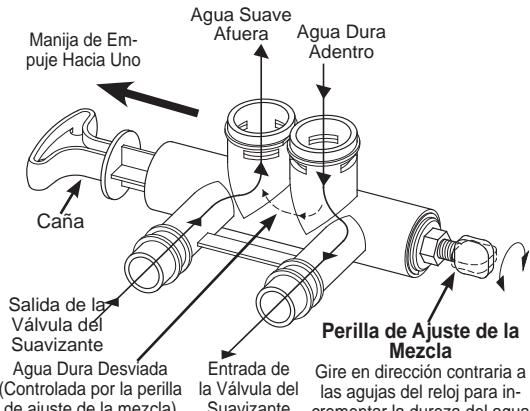

Figura 16
La perilla de ajuste de mezcla (Figura 16) le da la posibilidad de ajustar finamente la dureza del agua tratada, dejando el suavizante de agua. Si se desea un agua un poco más dura que aquella normalmente provista por el suavizante de agua, la perilla de ajuste de mezcla puede desviar un pequeño flujo de agua dura y mezclar ésta con el agua suave que entra al hogar. La cantidad de agua desviada es controlada girando una perilla de ajuste de mezcla en la tapa de la caña de la válvula.
1. Sostenga la manija de desviación para evitar que la caña de la válvula rote (vea la figura 16). Afloje la tuerca hexagonal en la perilla de ajuste de mezcla girando la tuerca hexagonal en contra de las agujas del reloj.
2. **PARA INCREMENTAR LA DUREZA:** Con la desviación en la posición del servicio (vea la figura 16), sostenga la manija para evitar que la caña de la válvula rote, y gire la perilla de ajuste de mezcla en contra de las agujas del reloj hasta 2 vueltas desde la posición cerrada. Se recomienda hacer ajustes por incrementos de un cuarto durante varias semanas, hasta que se logre el nivel de dureza deseado. **NOTA:** Una vez que se realiza un ajuste sobre la perilla de la válvula de mezcla, es posible que lleve varios días observar el cambio en la dureza del agua en los grifos o las flores del hogar. Esta demora se debe a las grandes cantidades de agua ya acondicionada en las tuberías y el calentador de agua, que se debe cambiar antes de que se observe una modificación en la dureza. Solicite que se evalúe el agua para determinar su nivel de dureza.
3. **PARA REDUCIR LA DUREZA:** Con la desviación en la posición del servicio (vea la figura 16), sostenga la manija para evitar que la caña de la válvula rote, y gire la perilla de ajuste de mezcla a favor de las agujas del reloj. Cuando la perilla ya no gire, el agua dura ya no se está mezclando en el agua suave.
4. Una vez que se logre la dureza deseada, ajuste una tuerca hexagonal (vea la figura 16) en dirección de las agujas del reloj, hasta que entre en contacto con la caña de desviación.